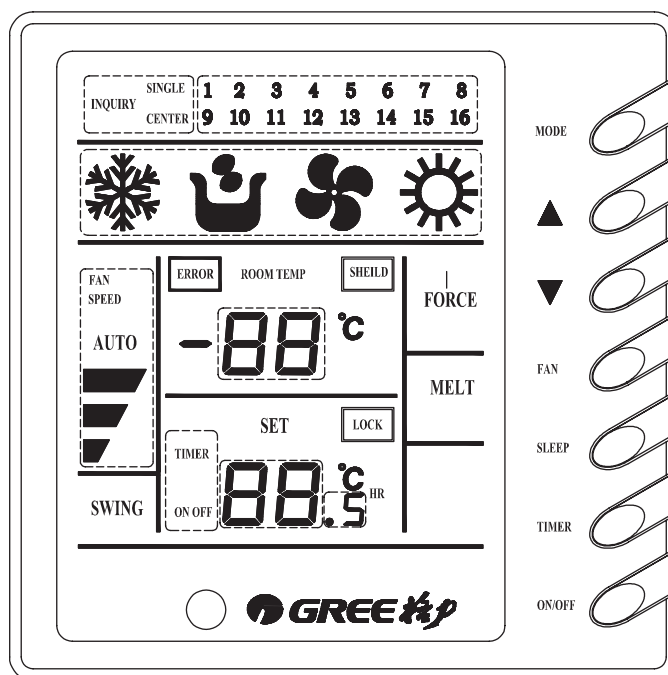

Рис. 7.19
7.5.6 Проводной групповой ZJA011 (рис.7.19).